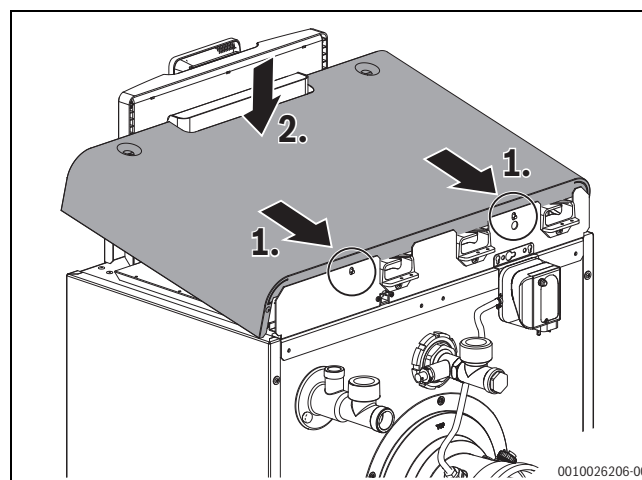

Fig. 25 Montage de capot de chaudière
- Introduire le capot de la chaudière avec les pins dans le panneau arrière puis le rabattre (→ fig. 25)